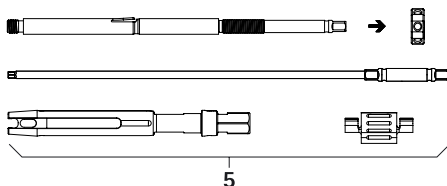

Fig. 3
- Desmontar la palanca de reposición percutánea **5**, ver Fig. 3. Desmontarla completamente en sus componentes y desenroscar la tuerca tensora.